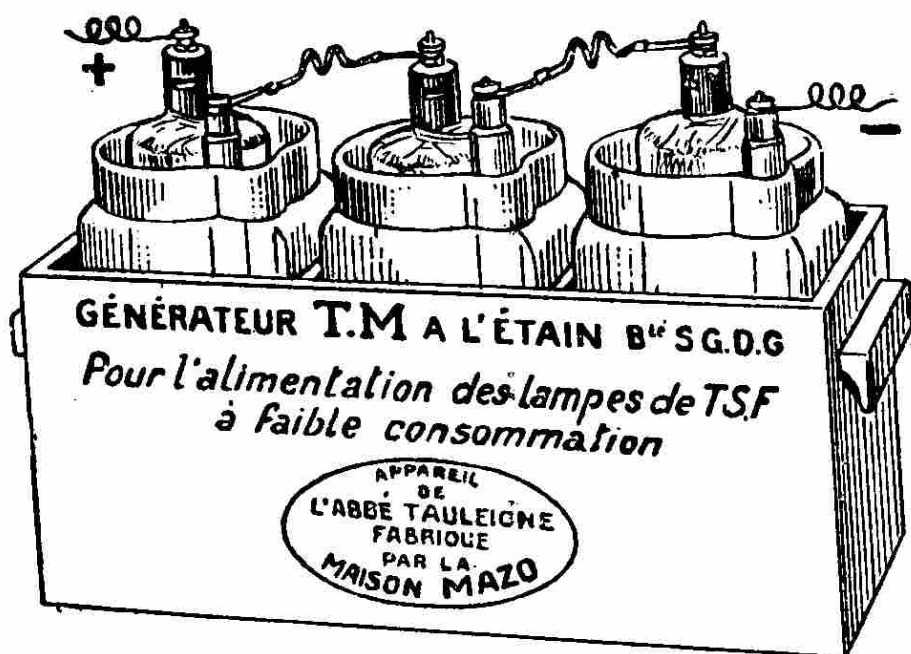

Fig. 79. — Générateur T. M. pour le chauffage des lampes à faible consommation (Cl. Mazo).
Une pile excellente pour cet usage est le générateur T. M. (1) (fig. 79) établi par la maison
(1) Ne pas confondre avec le générateur T. M. D. décrit plus haut et qui est plus puissant..